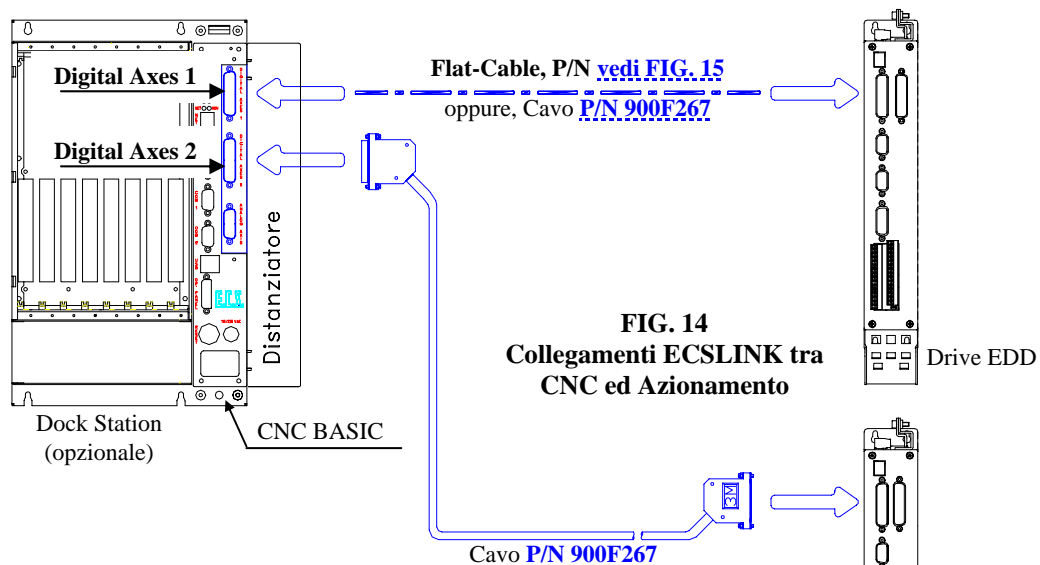

FIG. 14
Sono previste due distinte modalità per il collegamento ECSLINK tra CNC ed Azionamento, vedi FIG. 14 al paragrafo successivo:
2. Qualora si utilizzi il connettore "Digital Axes 2" del CNC BASIC (connettore utilizzato per una eventuale seconda linea di Azionamenti EDD), vedi FIG. 14,